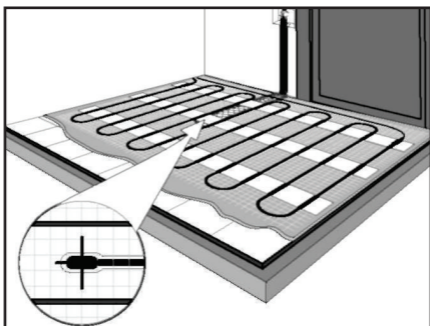

Рис. 3
9) Уложите нагревательный мат. Проследите, чтобы место расположения датчика температуры оказалось на равном расстоянии между витками нагревательного кабеля (рис. 3).
13) Выведите установочный провод к месту расположения терморегулятора через канавку, подготовленную в стене. Проверить отсутствие обрывов. Для проверки отсутствия повреждений нагревательного мата и датчика температуры в процессе укладки, измерить сопротивление нагревательного мата и датчика температуры. Их значения должны соответствовать паспортным данным. (Рис. 3)